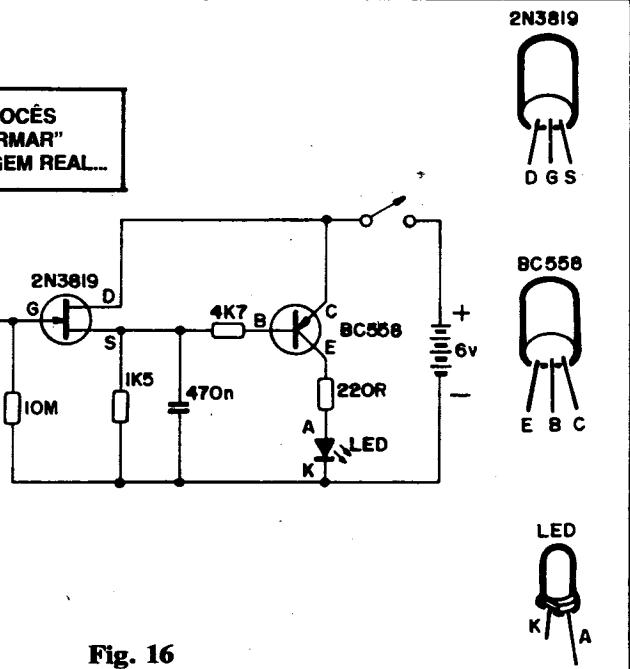

Fig. 16
- FIG. 16 - Esquema do DETETOR DE CARGAS ESTÁTICAS (E-LETROSCÓPIO) experimental... Além do TEC, temos um transistor bipolar comum, que amplifica a saída do 2N3819 a ponto de acionar, confortavelmente, um LED. Observem que o terminal de **gate** (G) do TEC está acoplado a uma verdadeira "antena" captadora de cargas elétricas, na forma de um **pequeno** pedaço de fio rígido isolado (só se remove o isolamento nas duas extremidades), num comprimento de cerca de 5 cm., não mais... Ao mesmo tempo, o terminal G está negativamente polarizado via resistor de alto valor (10M) para estabilizar e dar um "ponto" de funcionamento ao circuito. O terminal de **dre**no (D) do TEC vai direto ao positivo da alimentação (6V), enquanto que a **fonte** (S) está ligada ao **negativo** via resistor de 1K5. Em paralelo com tal resistor, temos um capacitor de 470n, cujo valor permite "filtrar" (desacoplar, ou "desviar"...) manifestações interessantes que não desejamos ver indicadas, contribuindo assim pa-
Para que Vocês possam "se virar", ainda na fig. 16 temos as identificações dos terminais do TEC, do transistor bipolar comum e do LED (respectivamente 2N3819, BC558 e vermelho, redondo, 5mm...).
Quanto a construção em si, do circuito, partam de uma barra de conetores, "leiam" e entendam o esquema (fig. 16) e mãos à obra (não é difícil, já que o conjunto apresenta poucos componentes e um número não exagerado de interligações...).